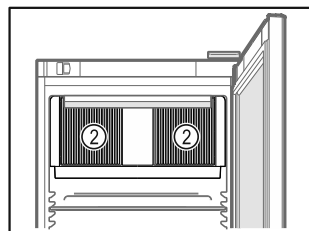

Fig. 41
- ❑ Udržiavajte voľné vetracie štrbiny Fig. 41 (2) cirkulačného ventilátora vo vnútornom priestore.